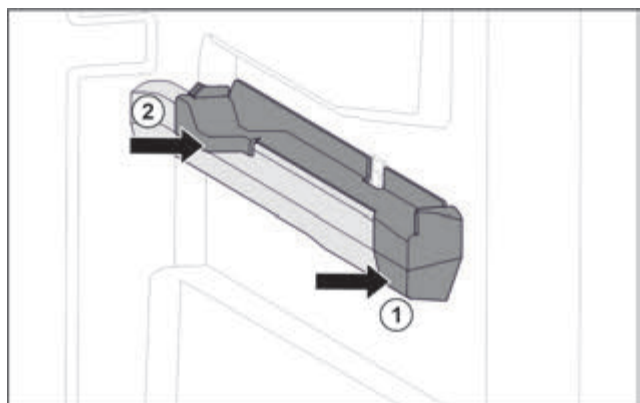

Fig. 109 Вставна частина на правому ребрі для резервуару
- ▶ Одягти вставну частину вперед на ребро резервуару. Fig. 109 (1)
- ▶ Притиснути вставну частину позаду. Fig. 109 (2)